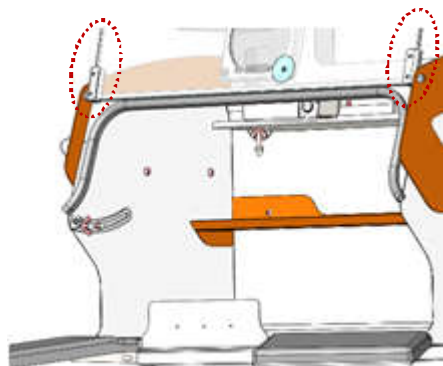

Рис.5
6.8 Смотровое стекло (3), рис.5, установить в держатели. Верхний торец стекла совместить с торцами держателей и закрепить их винтами (ключ в комплекте **БОКСА**), закрутив до исключения перемещения стекла в держателях.